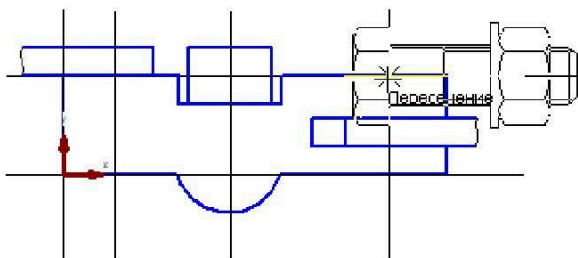
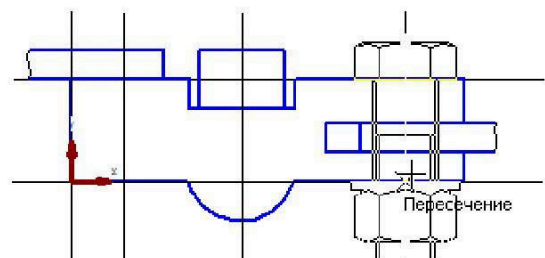

Рис. 10.7
Рис. 10.8
- укажите базовую точку для вставки болтового соединения (рис. 10.7) и угол вставки (рис. 10.8);